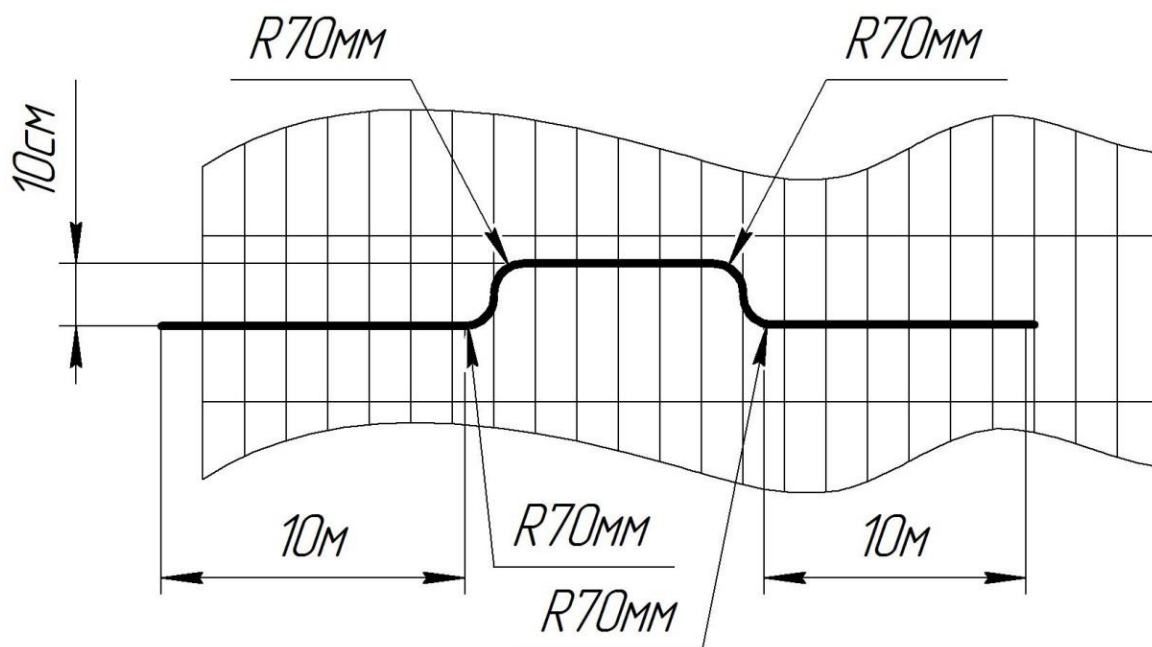

Рисунок 4
6) В промежутках между пластинами (стяжками), кабель должен иметь минимальное натяжение, обеспечивающее отсутствие провисания. Расстояние между креплениями КЧЭ к ограждению не должно превышать 0,5 м. На каждые 10 метров КЧЭ необходимо иметь запас 20 сантиметров кабеля. Радиус изгиба КЧЭ не должен превышать 70 мм (Рисунок 4).